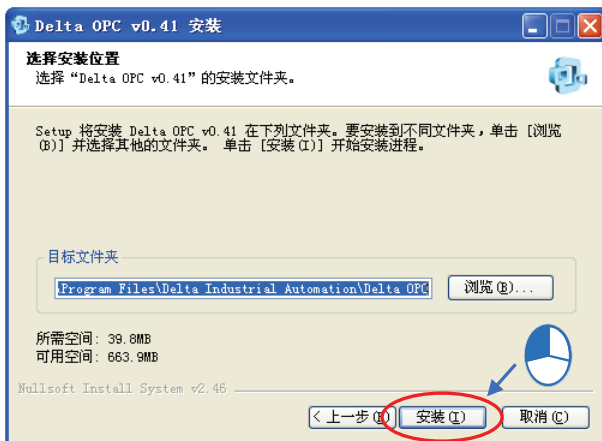
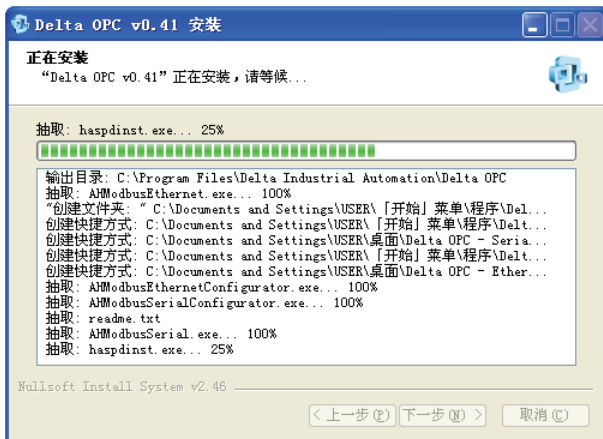

图 1-5 安装路径
图 1-6 安装过程
- (4) 接下来在此选择安装的目标文件夹或接受默认安装路径，完成后单击「安装」按钮，进行下一个步骤，如图 1-5。立即进行安装过程，如图 1-6。